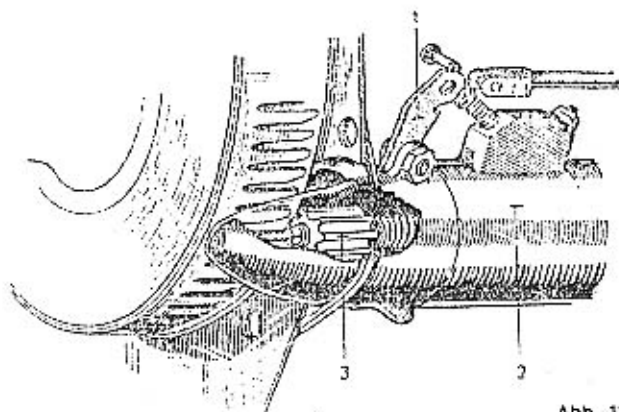

Abb. 12
Wie der elektrische Anlasser eingreift ist aus Abb. 12 ersichtlich. Sobald man mit der rechten Fußspitze auf das Anlasserpedal tritt, wird durch den Schalthebel (1) der Druckknopf heruntergedrückt, der Strom eingeschaltet, das verschiebbare Ritzel (3) schiebt sich dabei in den Radkranz des Schwungrades und der Elektromotor (2) läuft an.